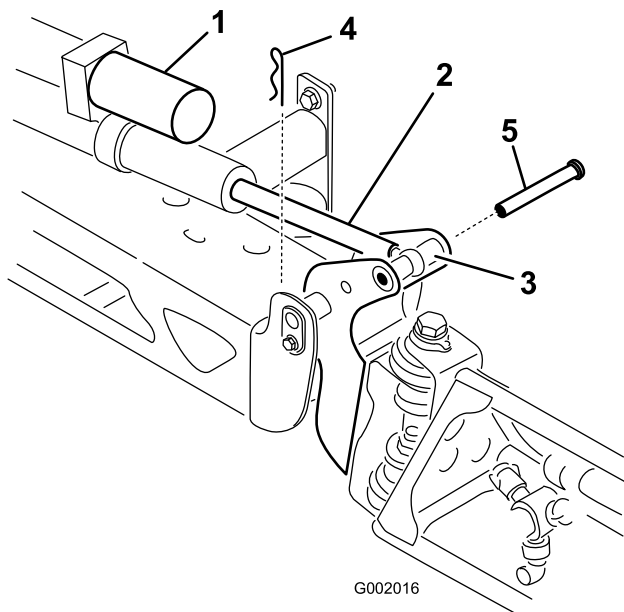

図 18
2. ピボットピンからコッターピンを抜き取る(図18)。
3. ブームを持ち上げて、ピンを外す(図18)。
8. ブームを支えながら、ブームのピボットとアクチュエータロッドにピンを通す(図18)。